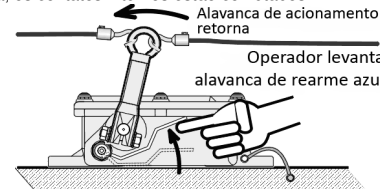

Fig. 10 - Cancelar emergência
5.3.4 O ajuste do esticamento deve ser feito em duas etapas (ver fig. 7). Trave a alavanca de acionamento à direita (Fig. 7 A) e ajuste o comprimento do cabo no gancho (fig. 6) (ou laçada de cabo - fig. 4) que fica preso a alavanca de acionamento da chave. O cabo deve ser ajustado de forma que a marca do tracionador fique visível e rente ao corpo do tracionador (Fig. 7 A). Corte os excessos de cabo e aperte firmemente os parafusos dos ganchos (ou cliques). Repita o processo com a alavanca travada à esquerda (Fig. 7 B) ajustando o outro tracionador no outro lado do cabo de aço. Destrave a chave puxando para cima a alavanca de rearme (fig. 10). A alavanca de acionamento da chave deve voltar aproximadamente à vertical. Aperte as porcas dos esticadores para que o cabo de aço não se solte.
- Quando destrava-se a chave, puxando-se para cima a alavanca de rearme (fig. 10), a alavanca de acionamento retorna aproximadamente à posição vertical. O fato da alavanca de acionamento não retornar exatamente à posição vertical é normal e não interfere no funcionamento da chave de emergência.
• Uma vez eliminada a situação de emergência, o operador deve se dirigir à chave que comandou a parada de emergência e puxar a alavanca de rearme azul (fig. 10) para liberar a trava (para facilitar o rearme, alivie a força exercida pelo cabo deslocando levemente a alavanca de acionamento). De acordo com as normas de segurança, o rearme tem que ser feito manualmente, de forma deliberada, no local onde foi sinalizada a emergência.